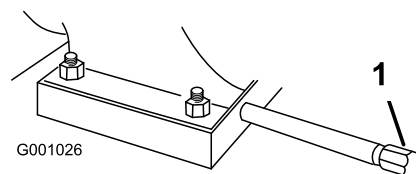

Figure 41
1. Nettoyez la surface autour du bouchon de vidange d'huile (Figure 41).